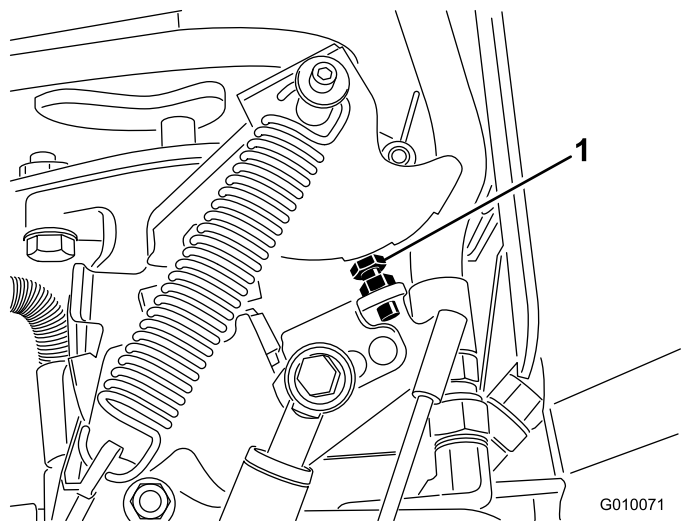

图 70
6. 如果需要调节转动泵止动螺栓图 70 使其更接近限位板以缩短打孔间距或将止动螺栓转离限位板以增大打孔间距。